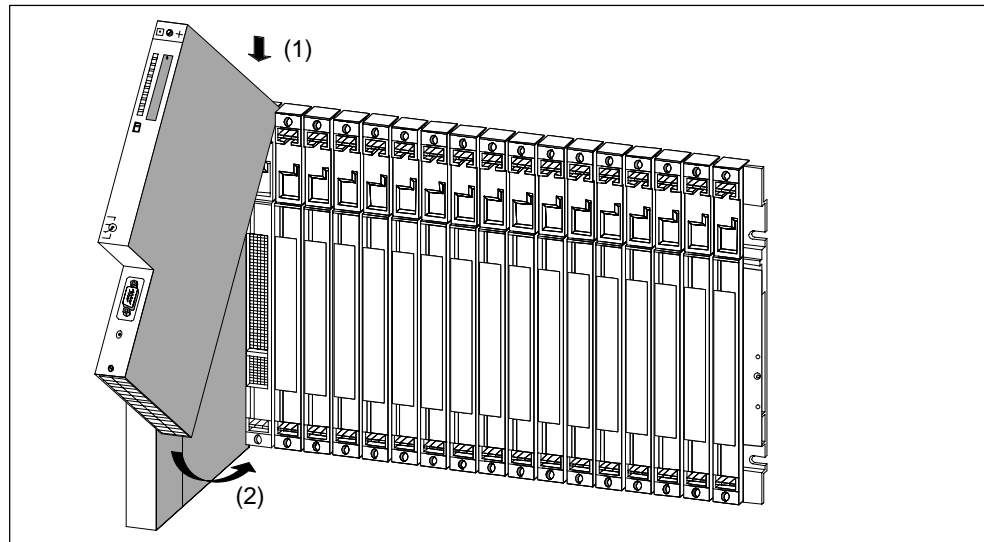

Bild 2-6 Baugruppen einhängen
4. Hängen Sie die erste Baugruppe ein und schwenken Sie sie nach unten (siehe Bild 2-6).